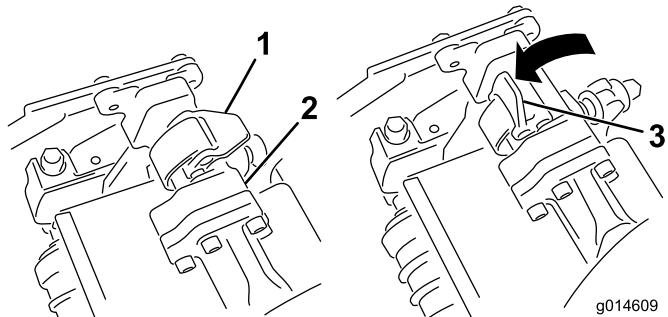
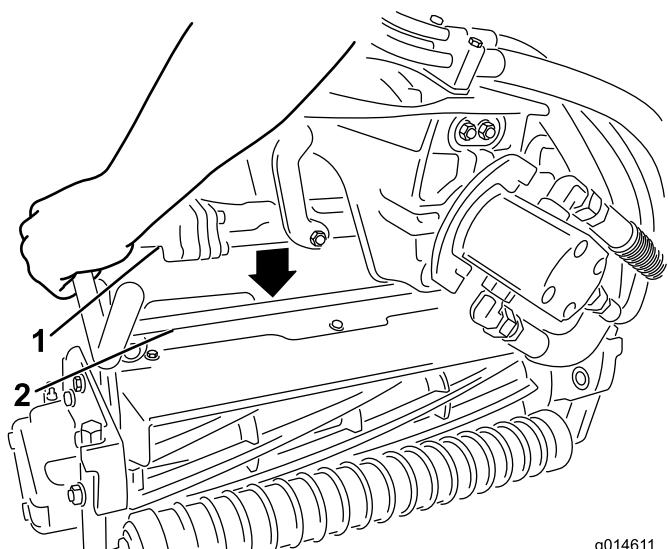

図 33
図 34
4. サスペンション・アームのバーについているラッチを上向き（開いた状態）にして（図 33）、サスペンション・アームを押し下げて、バーを、カッティングユニットのバーの上に被せるようにする（図 34）。
5. ラッチを下げて閉じるとカッティングユニットのバーがロックされてユニットがアームにセットされる（図 33）。
5. 取り外したいカッティングユニットのサスペンション・アームのバーについているラッチを開く(図 33)。